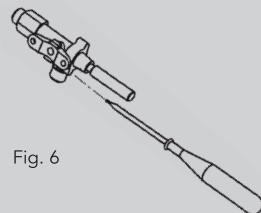

Fig. 6
- » Por último, realice la regulación del mínimo de un quemador por vez, encendiéndolo y llevándolo a la posición de mínimo. Luego quite la perilla correspondiente. Con un destornillador gire en sentido horario el tornillo ubicado en el frente de la Válvula de Seguridad (**Fig. 6**) para disminuir la altura de la llama o antihorario para aumentarla.